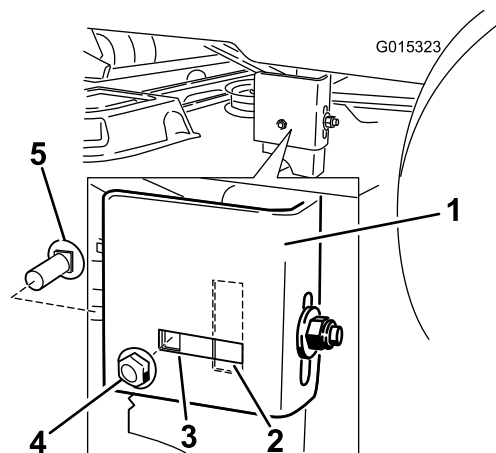

Figura 61
- Mova para o lado esquerdo da máquina. Remova a porca de bloqueio e o parafuso lateral da carroçaria da posição fixa e instale-o na parte de trás, posição da fenda (Figura 61).